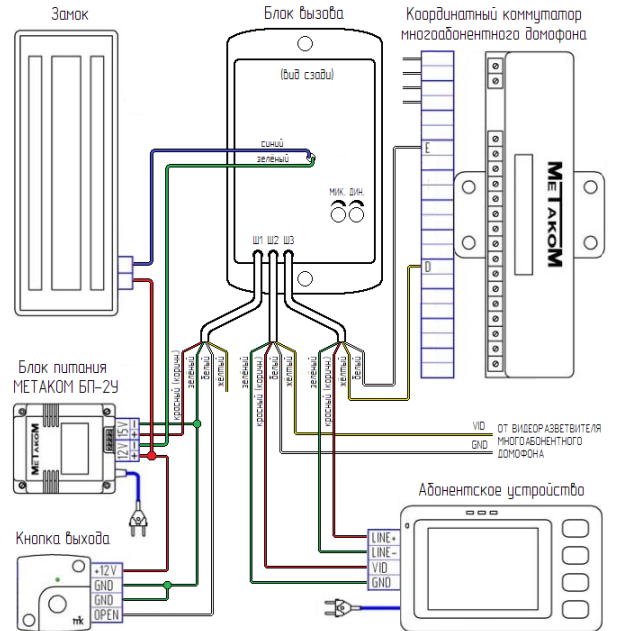

Рис.1. Схема подключения блока вызова МК1-(ТМ, RF, MF)ЕМ(V).
2. Подготовьте нишу для установки блока вызова (см. разметку на рис. 1).
5. Выполните монтаж проводки согласно рис. 1. Длина линии от блока питания к блоку вызова не должна превышать 15 метров. Сечения проводов линии питания электромагнитного замка должно быть не менее **0,35мм²** (КСПВ 2х0,64 или ШВВП 2х0,5), остальных – не менее **0,12мм²**. В качестве соединительных проводов рекомендуется использовать провод с цветной изоляцией жил. Для монтажа видеолиний следует использовать коаксиальный кабель с волновым сопротивлением **75 Ом (PK-75)**. Суммарное сопротивление аудиолинии не должно превышать **30 Ом**.